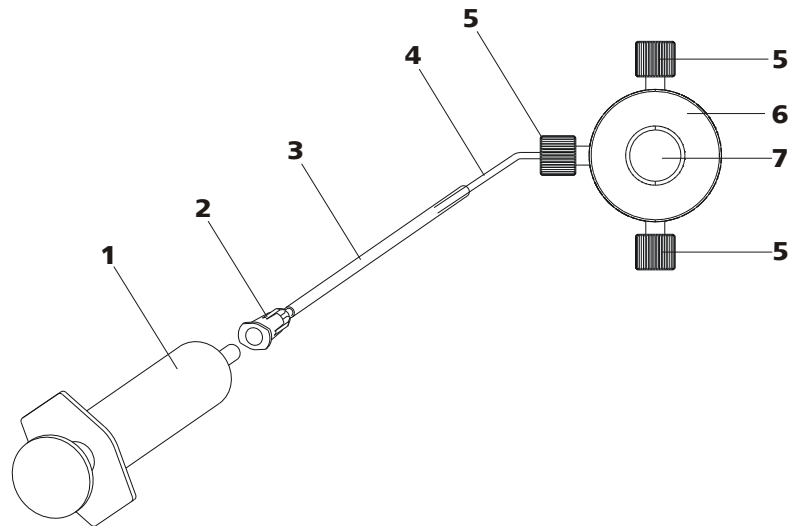

Abbildung 16 Hochdruckpumpe entlüften
Entlüften Sie die Hochdruckpumpe wie folgt (siehe Abbildung 16, Seite 34):
- Spritze (16-1) in den Luer-Anschluss (16-2) der Purge-Kanüle stecken (siehe Abbildung 16, Seite 34).